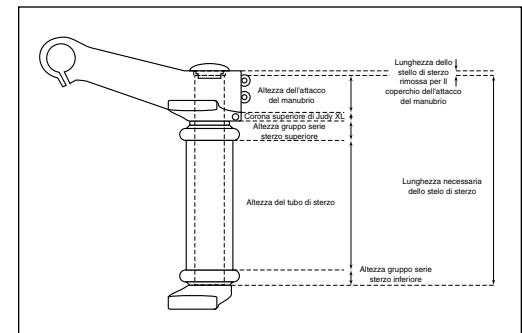

Fig. 3
- Può essere necessario tagliare il cannotto sterzo per adattarlo alla lunghezza appropriata. Per tagliare il cannotto sterzo, è necessario rimuovere gli steli, altrimenti essi saranno d'impedimento durante il lavoro di taglio del cannotto alla corretta lunghezza. La lunghezza del cannotto è determinata dai seguenti componenti: lunghezza di bloccaggio del cannotto sterzo con la piastra superiore della Judy XL, lunghezza di bloccaggio del cannotto sterzo con l'attacco manubrio, lunghezza del tubo di sterzo del telaio e altezza della serie sterzo superiore e inferiore (vedere Fig. 3). Per facilitare l'assemblaggio, non installare la piastra superiore della Judy XL sui tubi superiori finché il cannotto sterzo non sia stato tagliato alla lunghezza corretta e la piastra inferiore non sia stata bloccata nella posizione necessaria.